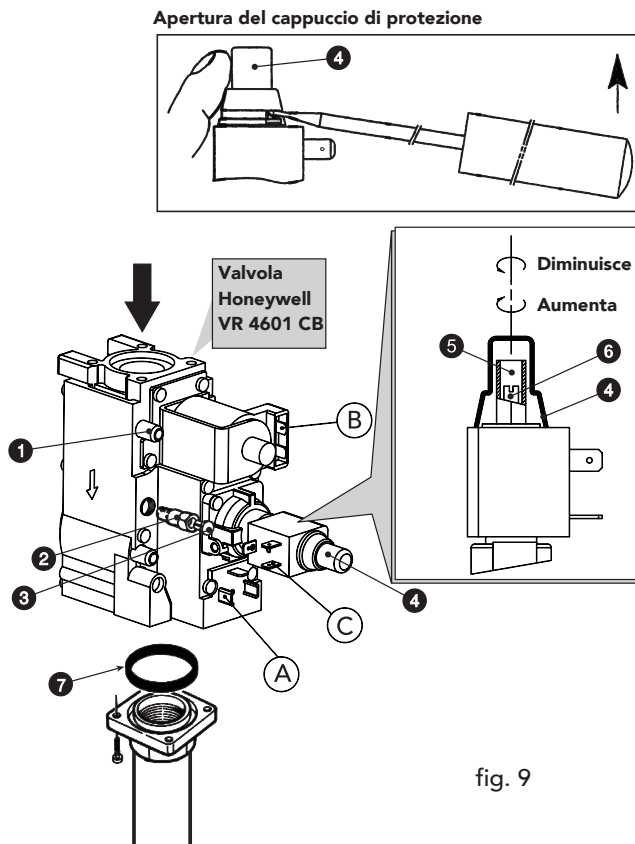

fig. 9
- 2 Togliere dalla valvola gas il piccolo tappo 3 (fig. 9), avvitare sulla valvola il regolatore "STEP" di accensione 2 contenuto nel kit di trasformazione e rimettere sul regolatore il tappo 3.
Eseguire le stesse operazioni spiegate precedentemente avendo cura di togliere il regolatore "STEP" di accensione 2 di fig. 9 della valvola gas; il tappo 3 di fig. 9 deve essere montato direttamente sulla valvola.